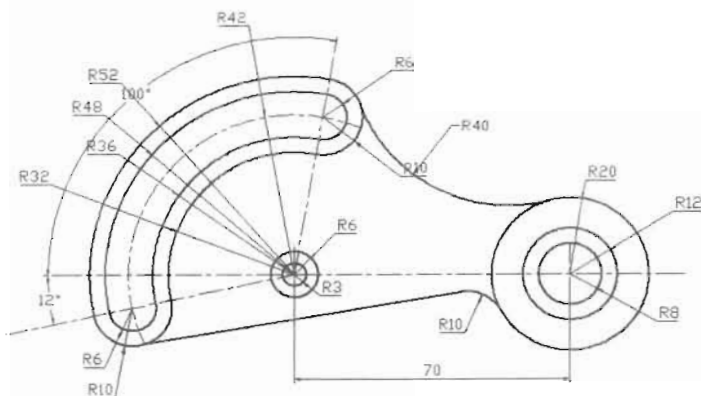

图 5-195
(15) 最后, 选择“标注”图层为当前图层, 为图形标注尺寸, 最终效果如图 5-195 所示。